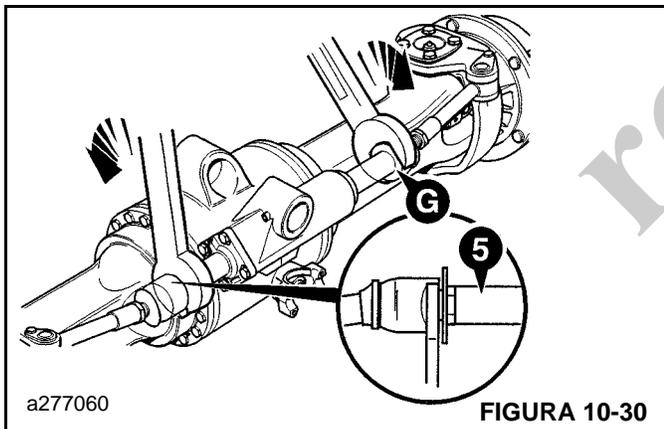

FIGURA 10-30
- b. Desaparafuse a junta esférica até que uma chave de boca possa ser encaixada na haste (5, Figura 10-30). Aparafuse a junta esférica contra a chave para prender a chave e evitar danos na haste.